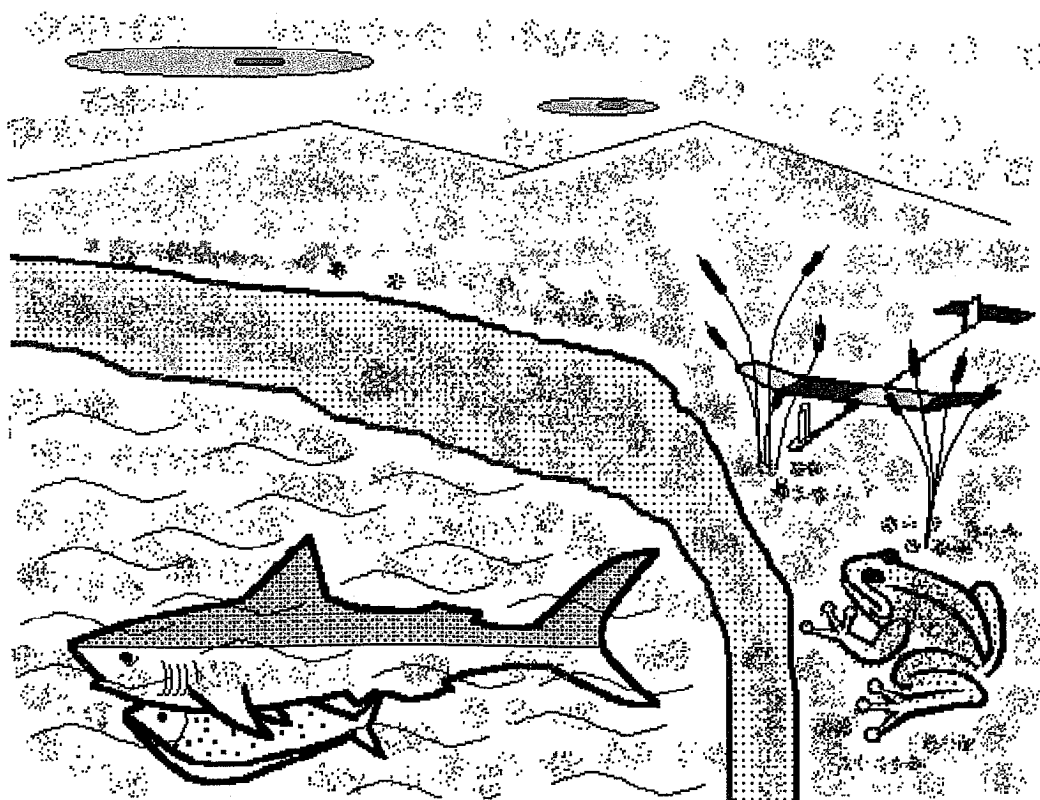

Figure 3 La grenouille, le requin et le turbot de du vieux récit
- quelles sont les raisons pour lesquelles la grenouille a les yeux à fleur de tête ? (*figure 3*);